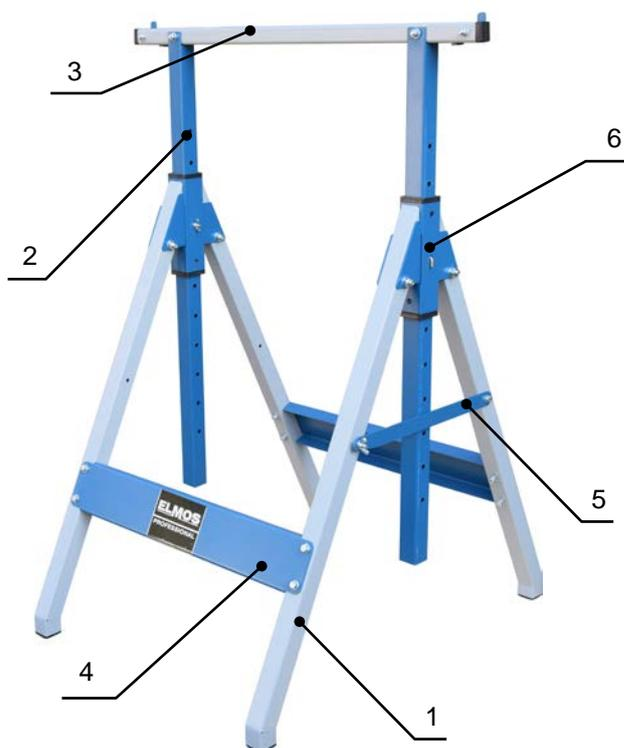

Рис.1
- Установите необходимую высоту опоры (поз.3, рис.1) и зафиксируйте данное положение, вставив Г-образный штырь (поз.11, рис.7) в совмещенные отверстия на стойке и на кронштейне подножек. Положение штыря зафиксируйте барашковой гайкой (поз.12, рис.8).